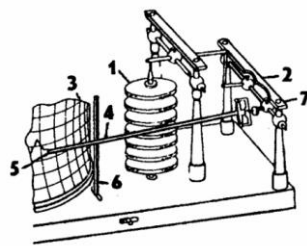

Рис.3. Барограф: 1 – anerоидные коробки; 2 – рычаг; 3 – барабан; 4 – стрелка; 5 – перо; 6 – зажим; 7 – кнопка
*Барограф* применяется для непрерывной регистрации изменений атмосферного давления. Он состоит из трех частей: приемной 1; передающей 2; регистрирующей 3 (рис. 3). Приемной частью, которая реагирует на изменение атмосферного давления, является несколько анероидных коробок, которые соединены вместе. Воздух из коробок откачен, чтобы коробки не сжимались под воздействием атмосферного давления, в середине каждой коробки содержится пружина в виде рессоры. При увеличении атмосферного давления коробки сжимаются, а при уменьшении – растягиваются. Чувствительность анероидных коробок зависит от изменений температуры. Для исключения влияния температуры на показания барографа используется биметаллический термокомпенсатор.